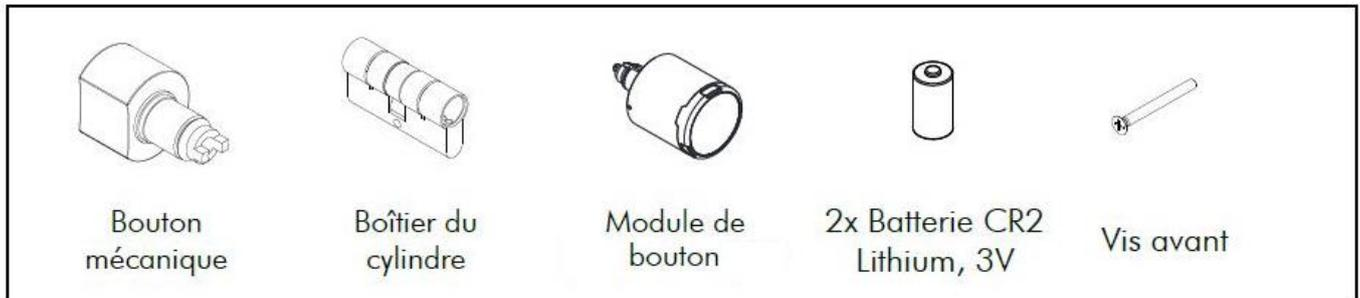

Figure 1. Fournitures
1. Scannez un transpondeur autorisé avec le bouton électronique jusqu'à ce que le voyant DEL vert s'allume (fig. 1).